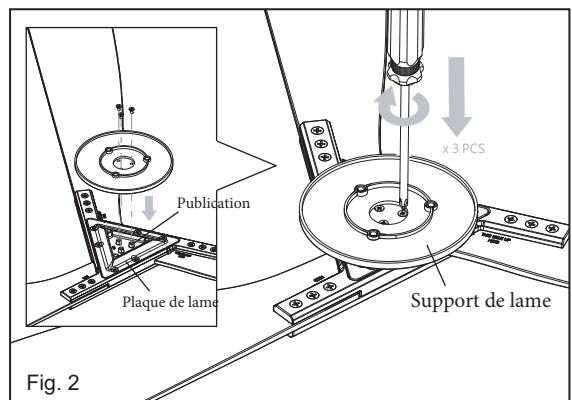

Fig. 2
- 2 Alignez les trois trous du support de lame avec les trois montants de la plaque de lame. Fixez avec les vis de fixation du support de lame. (Fig. 2)
- 2 Placez le berceau A dans la plaque murale. (Fig. 2)
- 6 Feu de signalisation (Fig. 2)